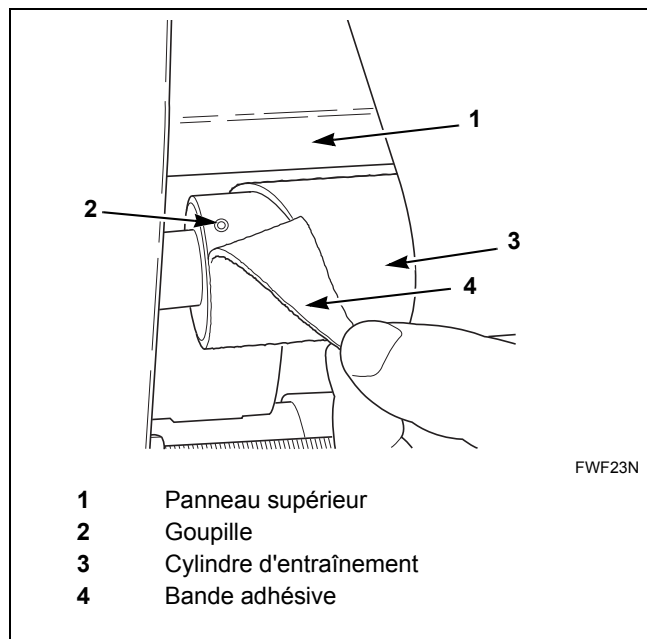

Figure 24
3. Enlever la bande adhésive du côté gauche du rouleau d'entraînement pour faire apparaître la goupille. Se reporter à la *Figure 24*.